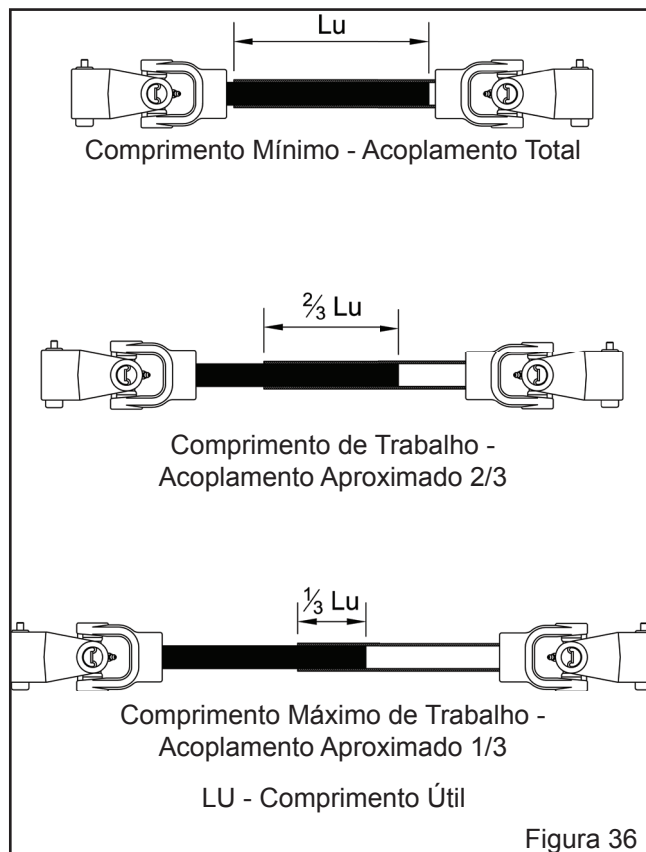

Figura 36
g) Recomenda-se que a máquina deslocando-se em linha reta, a área de contato entre o macho e a fêmea deve ser de pelo menos de 2/3 do comprimento do cardan fechado (medida L – Figura 36), em condições críticas, ao fazer curvas fechadas, esta medida não pode ser menor que 1/3 do comprimento.